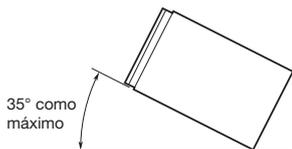

Figura 1
- Instale la unidad dentro de un margen de 35° respecto del plano horizontal. (Figura 1)